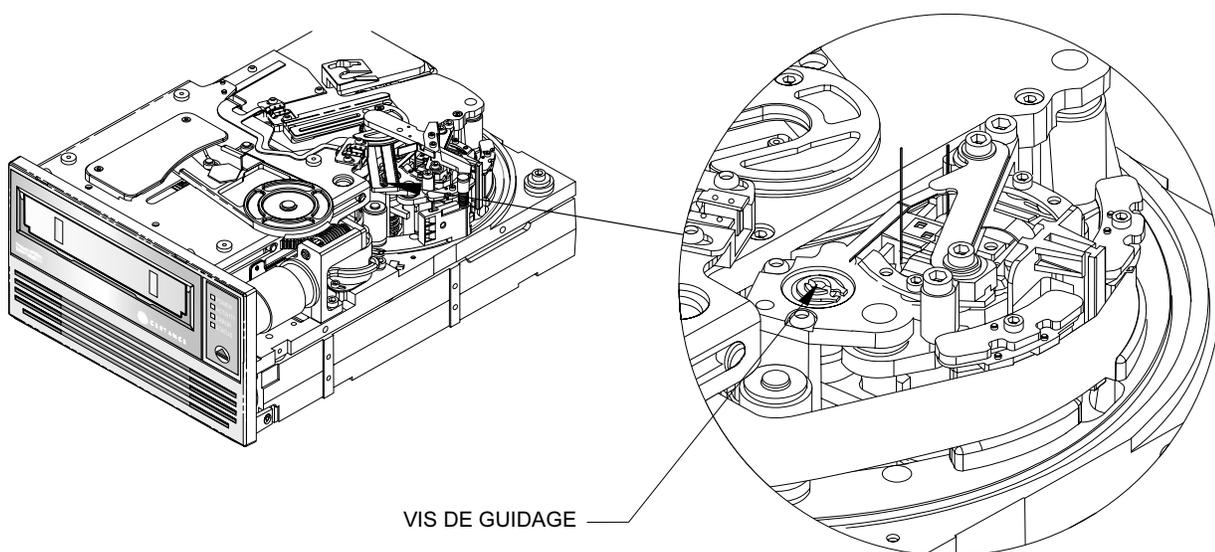

Figure 24. Vis de guidage des lecteurs LTO-1 et LTO-2 (la bande passe sur la bobine réceptrice)
1. Vérifiez que l'assemblage de tête est en position basse en tournant la vis de guidage (consultez la figure 24, page 84) dans le sens des aiguilles d'une montre avec un tournevis à bout plat. C'est nécessaire pour que l'écartement du bras de chargement de l'assemblage de tête lorsqu'il est repoussé vers la cartouche.